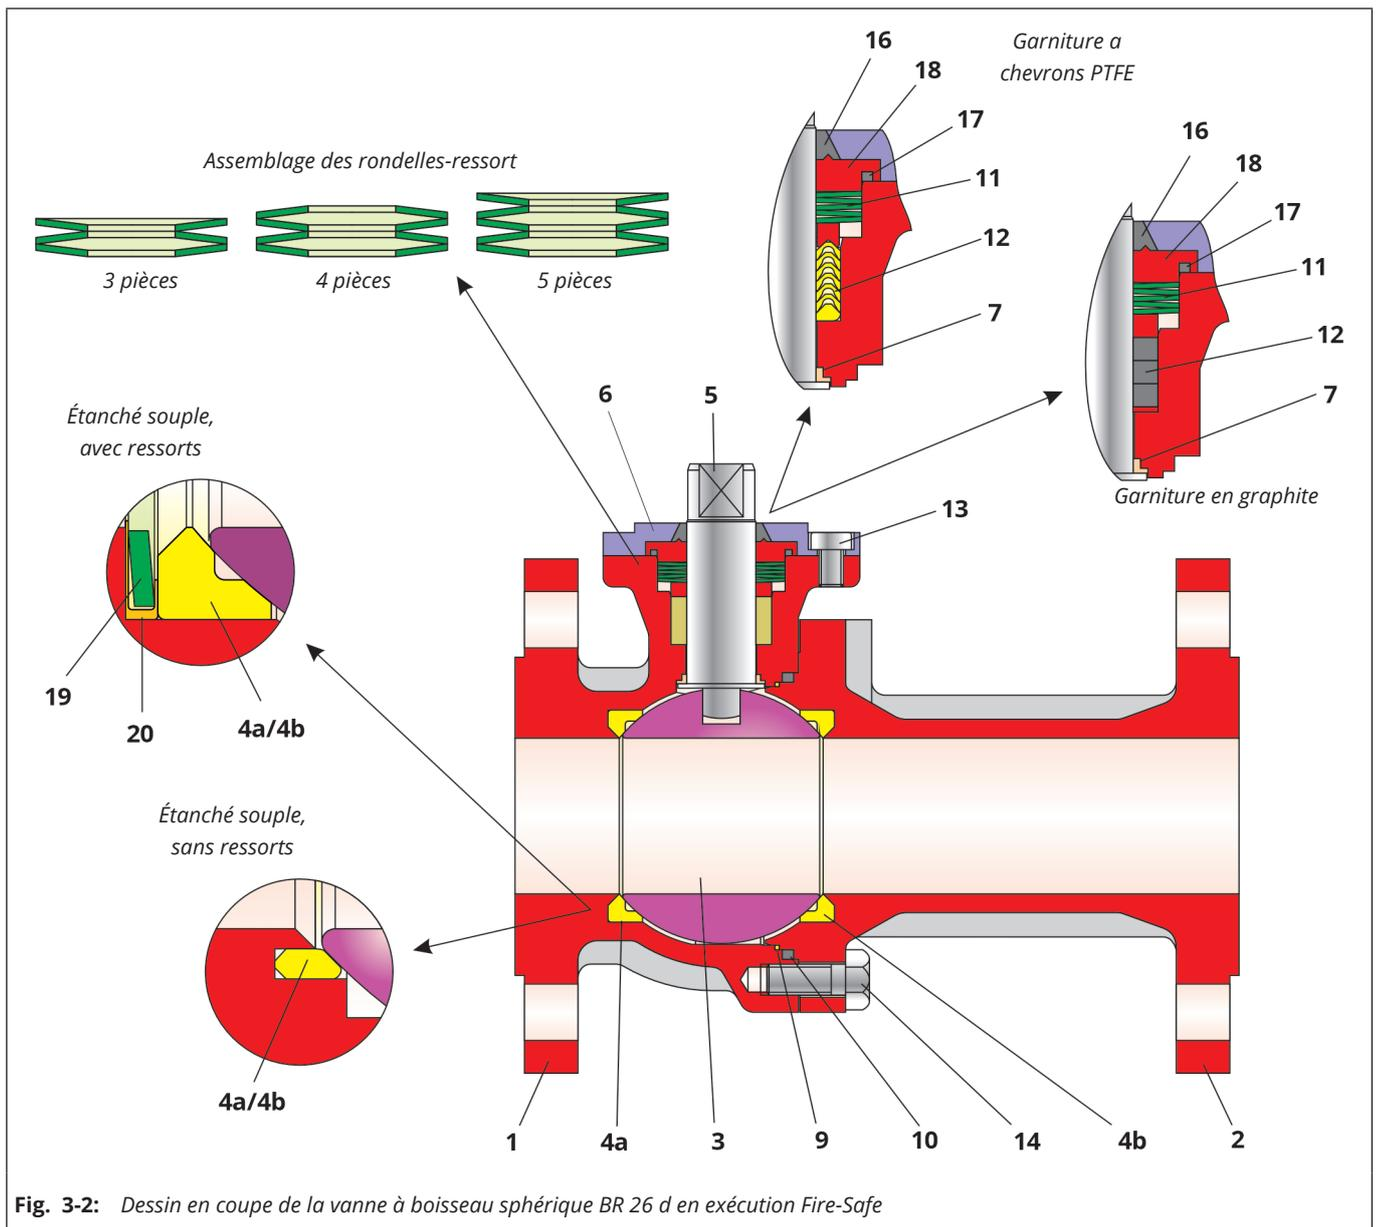

Fig. 3-2: Dessin en coupe de la vanne à boisseau sphérique BR 26 d en exécution Fire-Safe
- ⇒ Faire glisser la garniture à chevrons (12) sur l'axe de commande monté (5) avec un léger mouvement de rotation, puis l'insérer dans le logement de la garniture du corps de base (1). Assemblage et nombre de manchons en V cf. Fig. 3-2.
- ⇒ Placer le jeu de rondelles-ressorts (11) sur la garniture (12). Assemblage et nombre de rondelles-ressorts cf. Fig. 3-2.
- ⇒ Faire glisser la garniture en graphite (12) sur l'axe de commande monté (5) avec un léger mouvement de rotation, puis l'insérer dans le logement de la garniture du corps de base (1), voir figure 3-2.